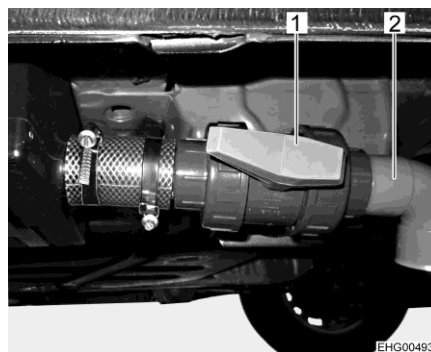

Bild 65 Avtappningskran för avloppstank
- Öppna avtappningskranen. Vrid det blå manöverhandtaget (Bild 65,1) så att det står vågrätt (ett kvarts varv medurs). Avloppsvattnet rinner ut.